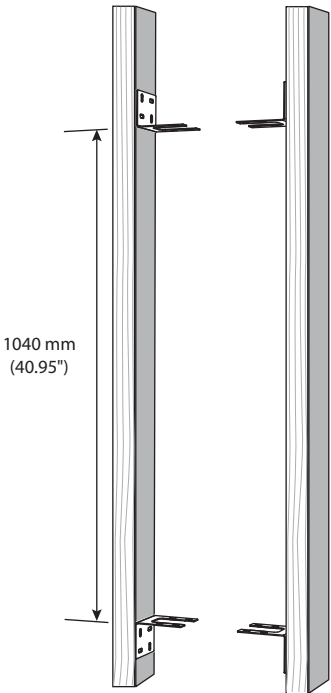

Fig. 1 Montera f stena p  v ggapparna
3. Montera de fyra f stena p  v ggreglarna och se till att avst ndet mellan de  vre och nedre f stena  r som visas i Fig. 1.